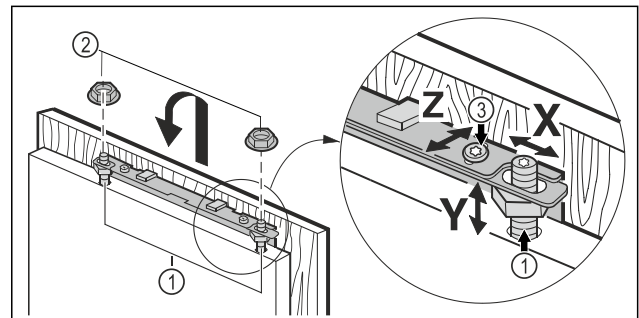

Fig. 23
- Möbeltür auf die Justagebolzen Fig. 23 (1) einhängen und Kontermuttern Fig. 23 (2) locker auf die Justagebolzen schrauben.
- Möbeltür in der Höhe Y und in der seitlichen Neigung ausrichten: Justagebolzen Fig. 23 (1) mit einem Schraubendreher einstellen.
- Kontermuttern Fig. 23 (3) anziehen.